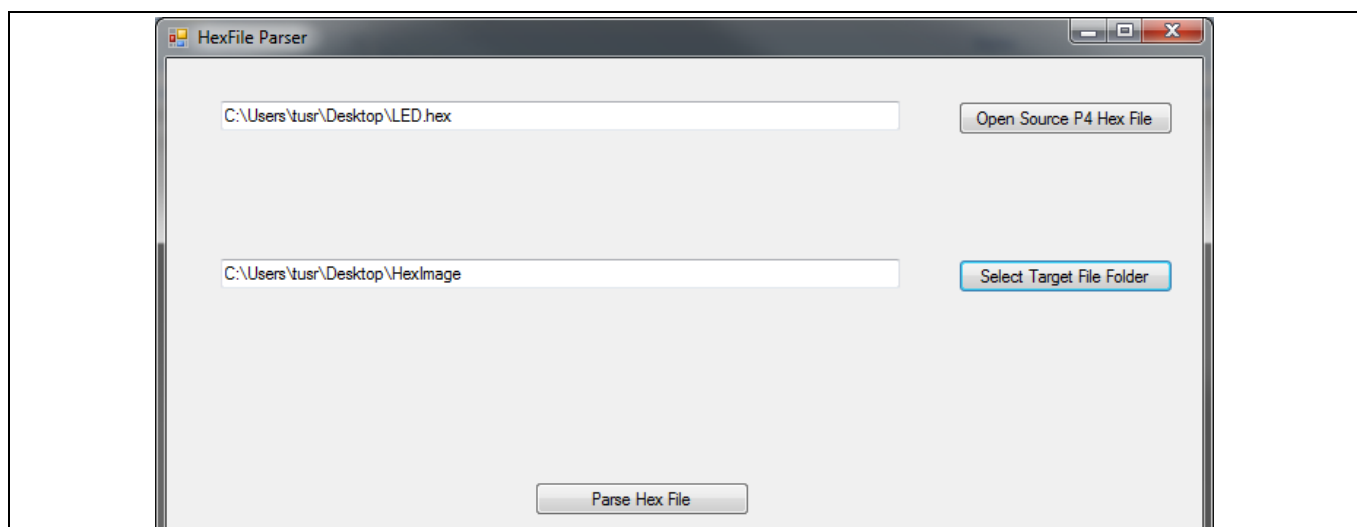

Figure 15 Hex 文件解析器应用
在附加‘.zip’文件的 C# Application\HexFile Parser.exe 文件夹中，请打开 Hex 文件解析器应用的可执行文件。在此，将弹出一个 GUI 屏幕，如 Figure 15 所示。
1. 在 GUI 中选择目标文件文件夹的位置, 如 **Figure 15** 所示。这就是项目的 *main.c* 文件所在的文件夹。